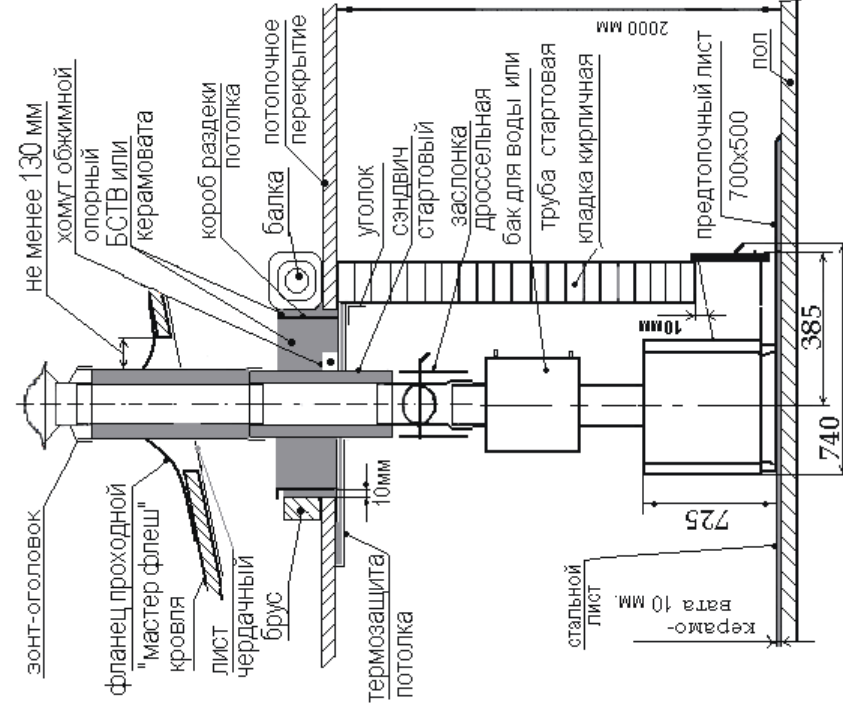

Рис.2. Схема установки печи «Чародейка Микро»
и определенной осью дымохода (см. п.7), установить топочный агрегат (1) (см. рис. 2).
7.9. С целью снижения вертикальных нагрузок, как на дымоход, так и на топочный агрегат, на стартовый «сэндвич» в разделке потолка установить опорный обжимной хомут (см.рис.2,3).
7.11. На участок потолка над печкой установить термозащиту потолка (см. рис.2,3).
7.12. Вся дальнейшая сборка до пересечения с кровлей осуществляется однотипными элементами – «сэндвичами». Стыковка «сэндвичей» производится по «конденсату» (см. рис. 2).
7.13. Прохождение дымохода сквозь кровлю осуществляется с помощью фланца проходного «мастер флеш», гарантирующего как пожарную безопасность кровли, так и ее гидроизоляцию в месте прохождения дымохода (см. рис.2). Предварительно в кровле, в соответствии с осью дымохода, необходимо сделать отверстие, гарантирующее отступление всех возгораемых элементов кровли от наружной поверхности «сэндвича» не менее 130 мм. В зависимости от типа примененного кровельного материала выполнить работы по его сопряжению с установленной разделкой кровли.
7.14. На внутренней стороне кровли в зоне прохождения дымохода установить чердачный лист (см.рис.2).